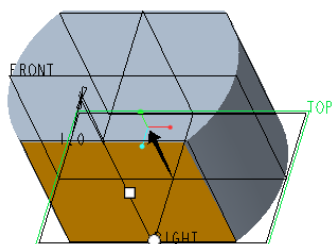

图 4-68 预览：显示有拖动方向
④ 定义拔模枢轴。在“拔模”选项卡的“拔模枢轴”收集器的框中单击以将其激活,接着选择 TOP 基准平面定义拔模枢轴。
⑤ 由于选择了一个平面定义拔模枢轴,则 Creo Parametric 4.0 自动使用它来确定拖动方向,拖动方向显示在预览几何中,如图 4-68 所示。